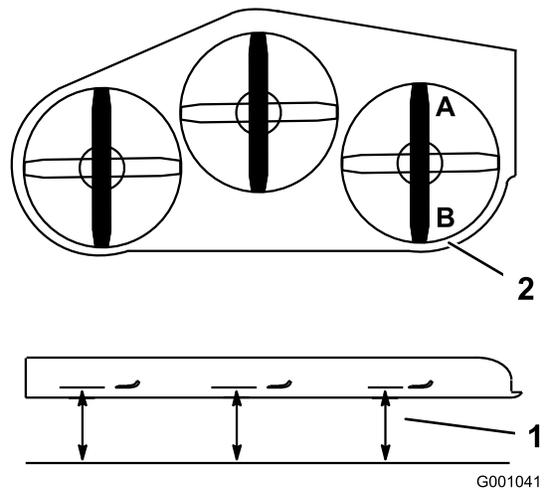

Figure 89
2. Tournez 1 lame dans le sens longitudinal. Aux points **A** et **B**, mesurez l'écart entre une surface plane et le tranchant de la pointe des lames (Figure 89).